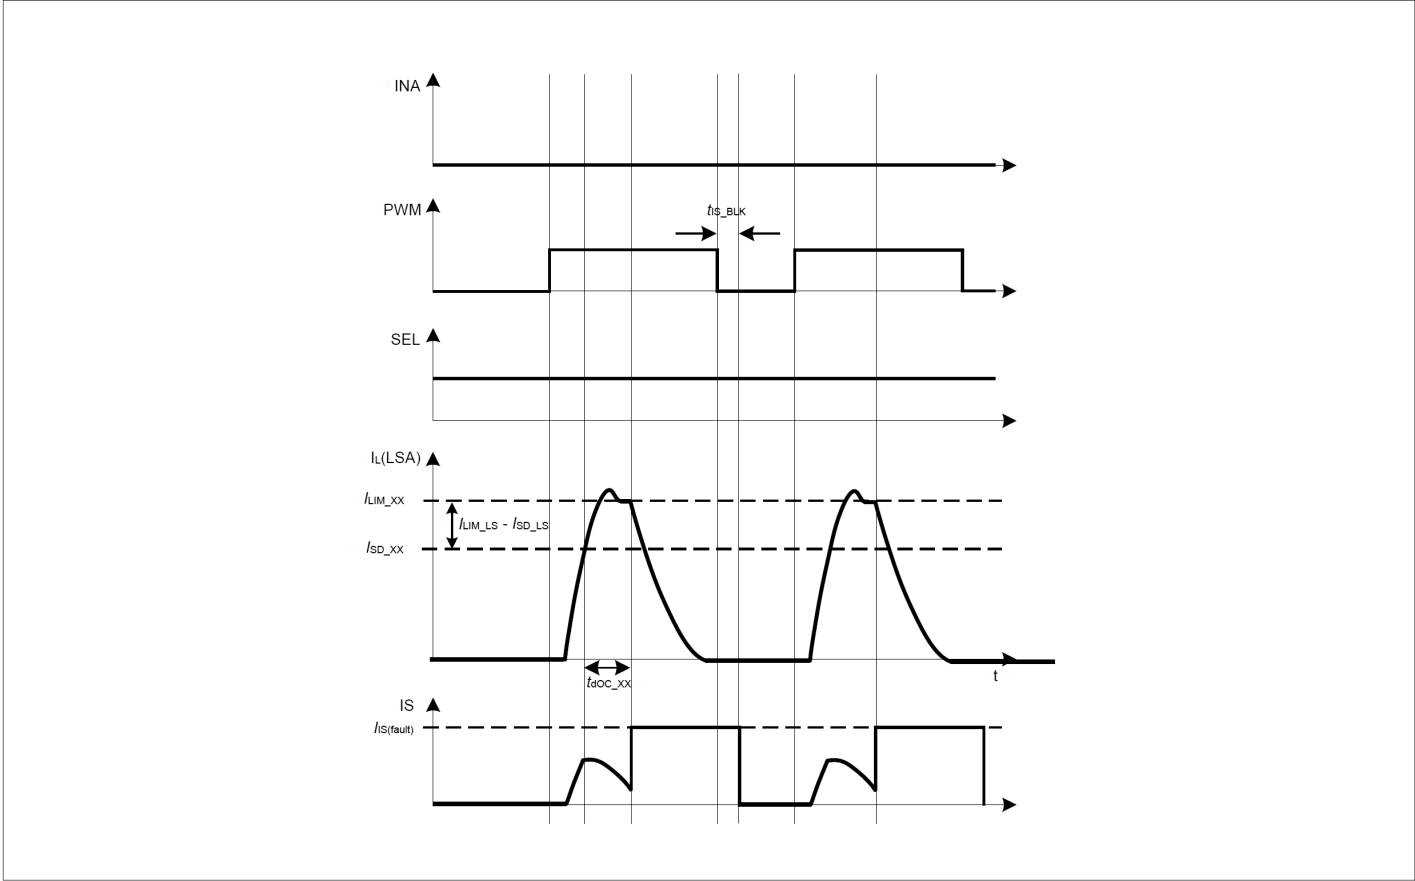

图 14 通过输入模式实现短路与过流保护的恢复
- 通过输入脉冲（PWM、INA和INB）打开MOSFET，如图14所示
如图 14 所示，恢复将由输入模式控制。